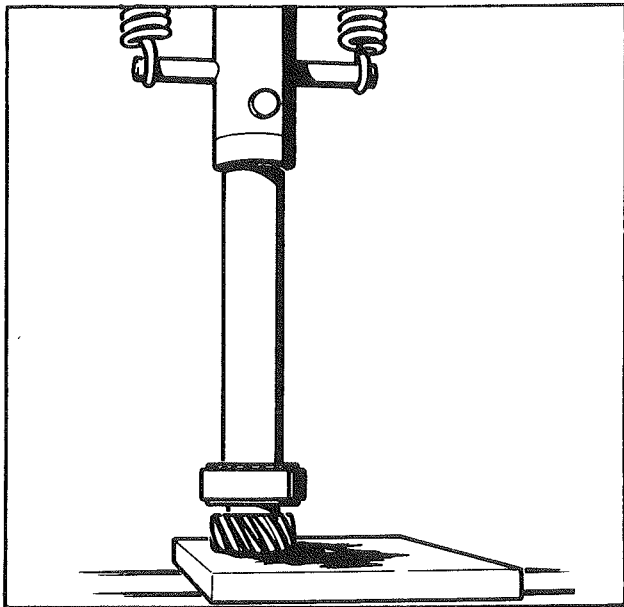

Fig. 24
- Emmancher à la presse le roulement à double rangée de billes sur le pignon d'attaque (fig. 24) (tube \varnothing int. 36 mm - \varnothing ext. 45 mm - long. 210 mm).